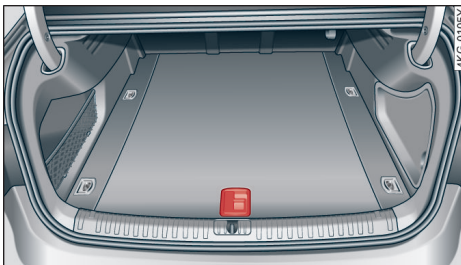

图 175 行李厢：行李厢地板
随车工具和车辆千斤顶\*在行李厢中的地板下面⇒ 图 175。
- ▶ 借助把手将地板翻面⇒ 图 175。